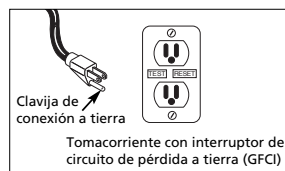

Figura 1
- Se recomienda enfáticamente que se enchufe esta unidad en un tomacorriente con interruptor de circuito de pérdida a tierra (ver Figura 1). Consulte con un electricista local sobre su instalación y disponibilidad.